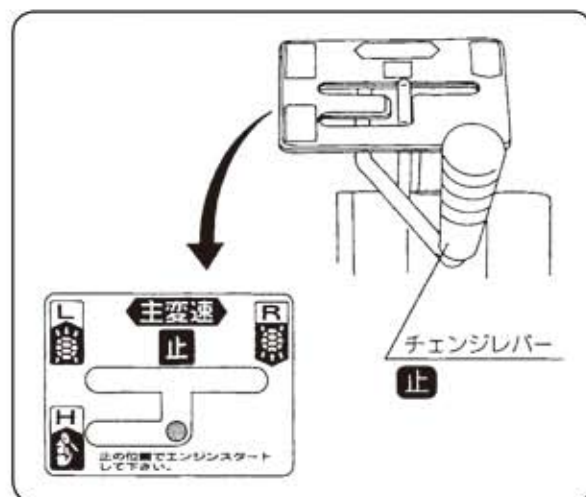

図4
- ① チェンジレバーが【止】位置になっているかを確認してください。(図4)